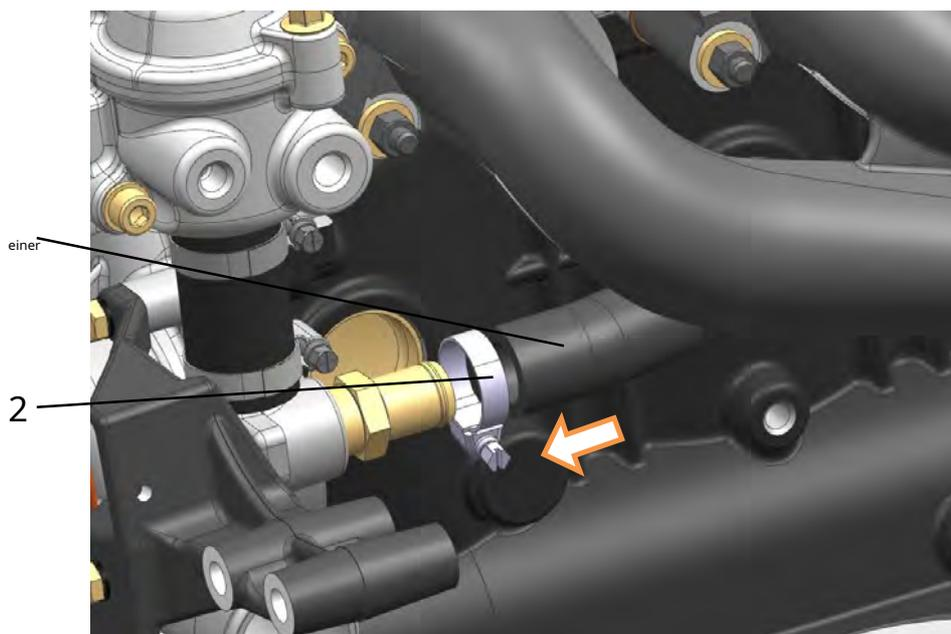

**Abb. 174. Abgaskrümmer einbauen:**
**21. Abgaskrümmer 5 (Abb. 174) mit Dichtungen 2 einbauen und hinten Halter zum Anheben des Motors 1 mit Unterlegscheiben an den Stehbolzen. Alle bis auf die letzten Muttern 4 zur Befestigung des Kollektors mit Unterlegscheiben 3 einrasten und mit einem Drehmoment von 19,6 ... 24,5 N·m (2,0 ... 2,5 kgf·m) anziehen.**